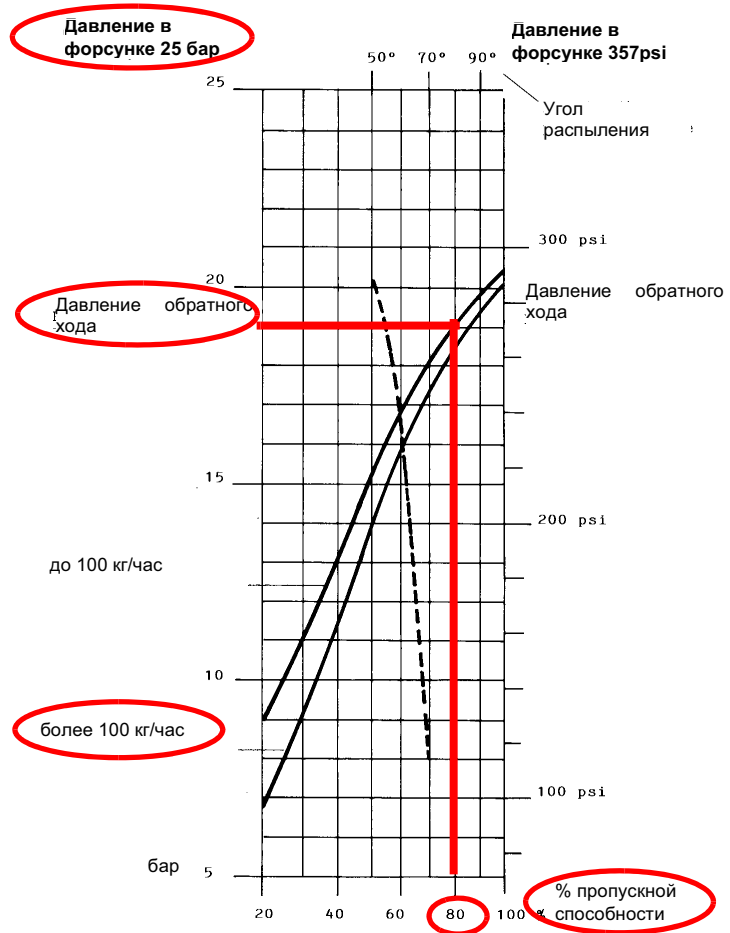
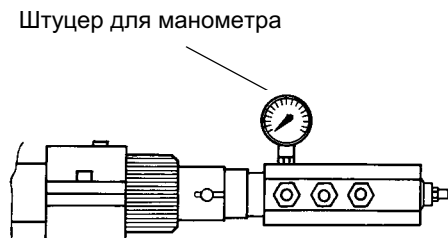

Рис. 17
Рис. 19
Расход дизельного топлива регулируется за счет выбора форсунки (противопоточного типа), соответствующего мощности котла и типу применения размера, а также регулировки давления на прямом и обратном ходе жидкого топлива, согласно данных, указанных в таблице и на графике на Рис. 17 (для считывания давления - читайте последующие параграфы).
Пример : 80% номинального расхода на форсунке можно получить, если установлены форсунки с расходом более 100 кг/час, при давлении на обратном ходе примерно равном 18 бар (см. график на Рис. 17).
- 9 Давление питания форсунки уже отрегулировано заранее на заводе-изготовителе и не должно изменяться. Только в случае необходимости, отрегулировать давление питания (см. соответствующий параграф) следующим образом: установить манометр в положение, указанное на Рис. 19, воздействовать на регулировочный винт VR насоса (см. Рис. 18) до получения на форсунке давления в 25 бар (форсунки Fluidics - см. график на Рис. 17);
- 13 Сместить кулачок IV (малое пламя на мазутном топливе) в сторону минимальной мощности, с тем, чтобы сервопривод начал закрываться, до тех пор, пока два подшипничка не совместятся с регулировочным винтом, относящимся к самой низкой точке: закручивать винт **V2** для увеличения расхода, откручивать - для уменьшения, с целью получения значения давления, как на графике на Рис. 17, на основании требуемого расхода.